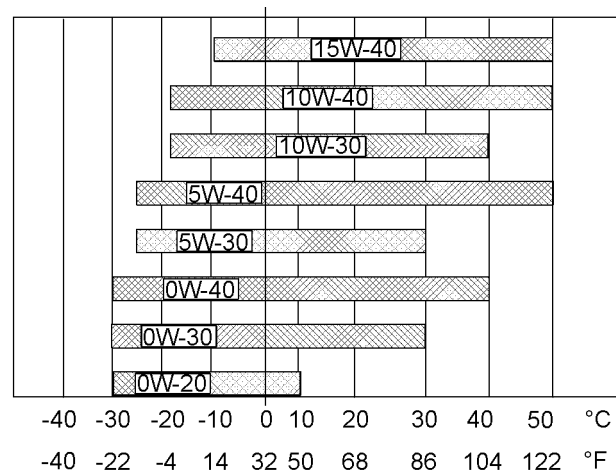

Abbildung 43
Informationen zur Bestimmung der erforderlichen Ölviskosität beim Starten eines kalten Motors sind der Abbildung 43 (Tiefsttemperatur) zu entnehmen.
Informationen zur Wahl der erforderlichen Ölviskosität für den Motorbetrieb bei der höchsten zu erwartenden Umgebungstemperatur sind der Abbildung 43 (Höchsttemperatur) zu entnehmen.
- Siehe geeignete "Schmiermittelviskosität". Zur Bestimmung der für den verwendeten Motor geeigneten Ölviskosität siehe Abbildung 43.